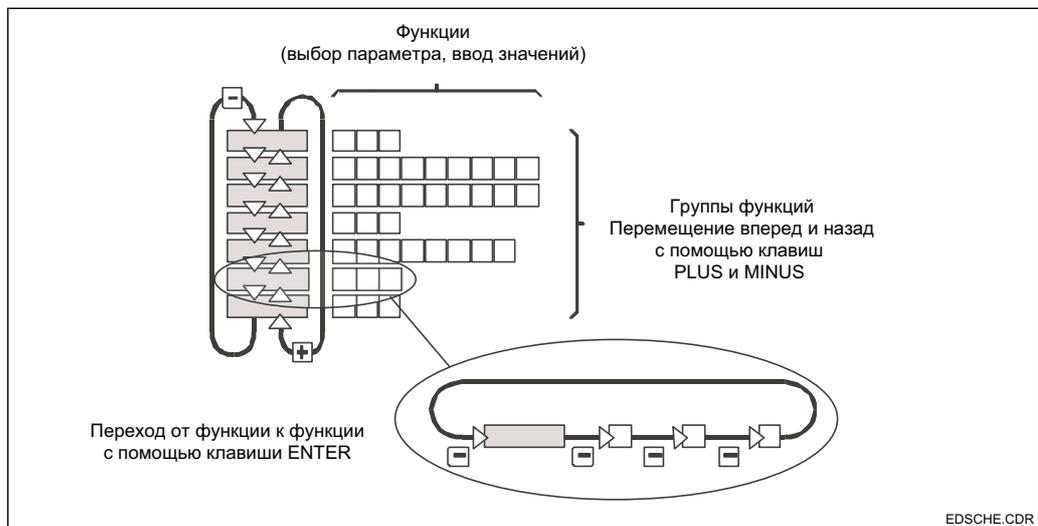

Рис. 4.4 Блок-схема структуры меню Liquisys
Коды доступа являются фиксированными и не могут быть изменены. Различают три варианта кодов (см. Рис.4.4):
- Любой код: Визуальный доступ, т.е код виден, но не может быть изменен (доступ с помощью клавиши ENTER/CAL, см. Рис. 4.4).
- Код 22: доступ к меню калибровки и подстройки menus (с помощью клавиши CAL, см. Рис. 4.4).
- Код 22: доступ к меню конфигурирования и уставкам пользователя (с помощью клавиши ENTER, см. Рис. 4.4).